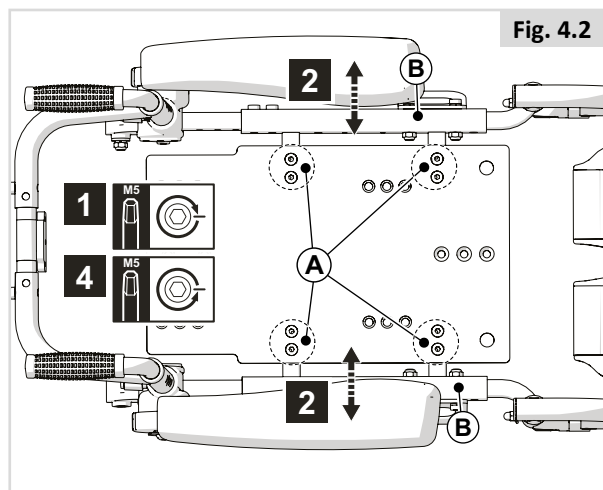

Fig. 4.2
Para ajustar la anchura de asiento, la anchura de la placa del asiento y el respaldo deben ajustarse al mismo tiempo. Para una explicación sencilla, estos pasos aparecen descritos en las Fig. 4.2 y 4.3 por separado.
**Anchura del armazón del asiento (Fig. 4.2 y 4.3)**